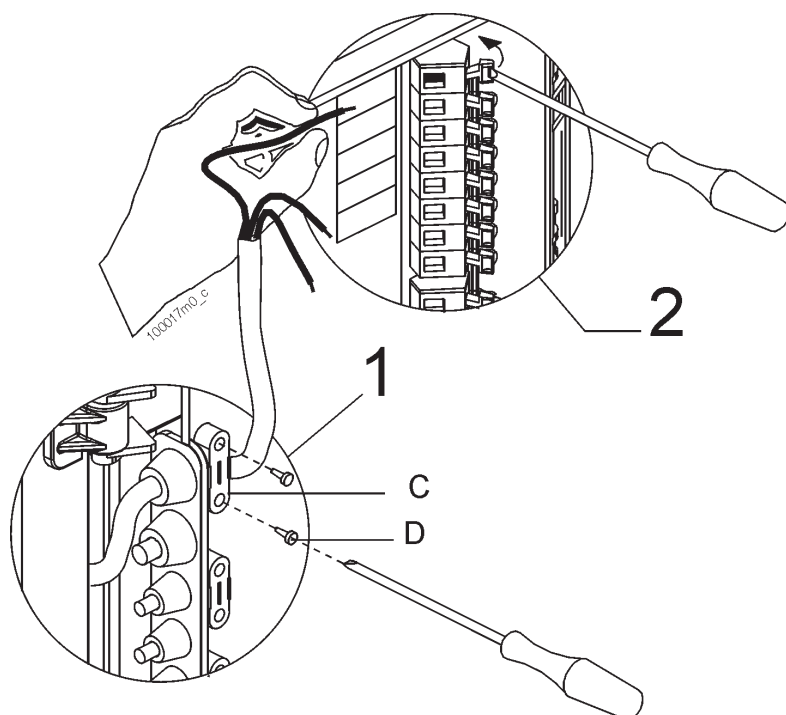

Figura 23 - Collegamento alimentazione
- Per collegare i cavi premere col cacciavite nelle leve di apertura della morsettiera come illustrato in figura 23.
Per collegare i cavi premere col cacciavite nelle leve di apertura della morsettiera come illustrato in figura 23.